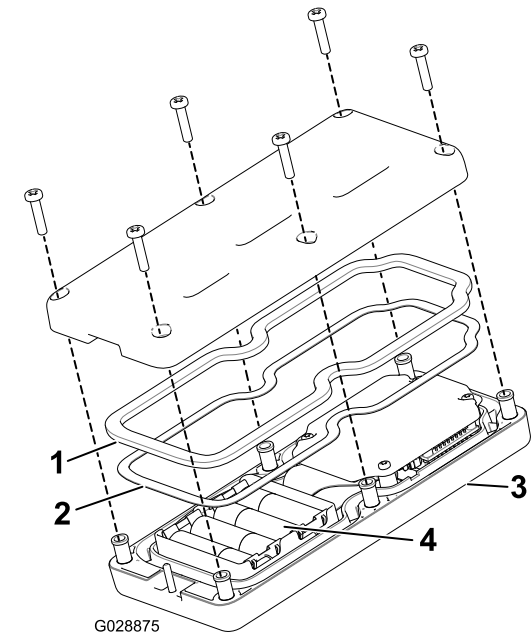

Рисунок 12
тиснение с обозначениями полярности клемм (Рисунок 12).
3. Убедитесь, что стальная прокладка и резиновое уплотнение находятся в канавке пульта дистанционного управления, и установите заднюю крышку на место (Рисунок 12).
4. Закрепите крышку 6 винтами (Рисунок 12) и затяните их с моментом 1,5-1,7 Н·м.